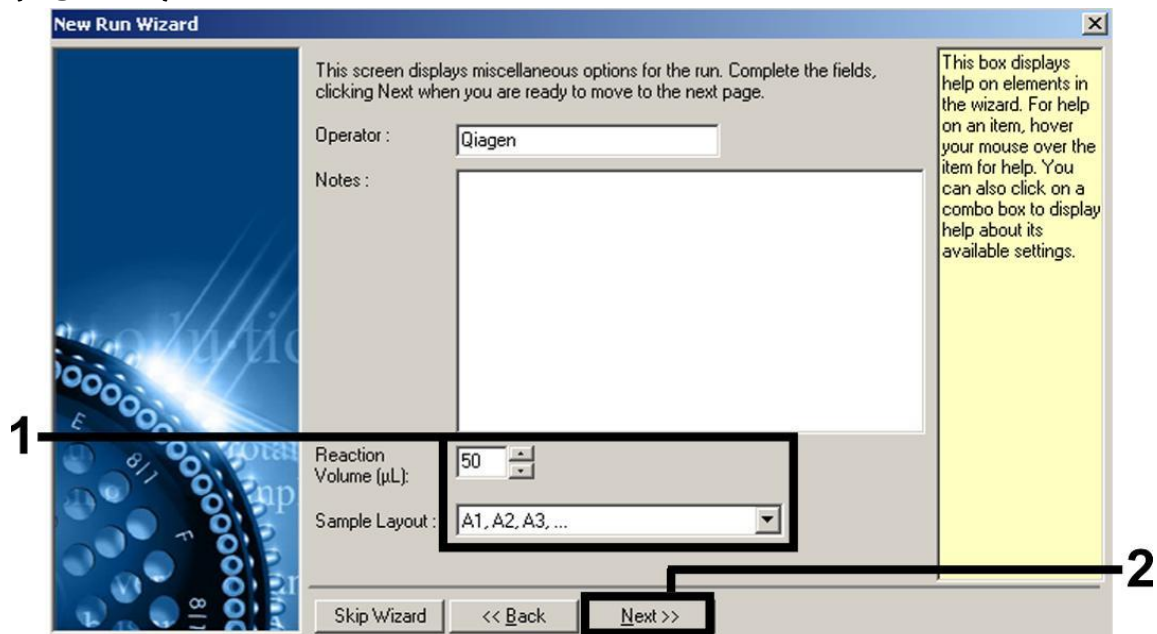

Figura 5. Impostazione dei parametri generali del test.
7. Selezionare 50 per il volume di reazione PCR e cliccare su “Next” (Figura 5).